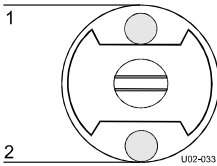

Figura 17: Posición del eje de sujeción automática.
2. Introduzca el eje en el cilindro central del rollo de película manteniendo el de sujeción automática según muestra la coloque el núcleo desechable sobre el eje, manteniendo el eje como en figura 17.
3. Introduzca el eje en el cilindro central del rollo de película manteniendo el eje de sujeción automática según muestra la Figura 17.
4. Recoloque el eje con el rollo de película correctamente en las suspensiones correspondientes (véase Figura 17).